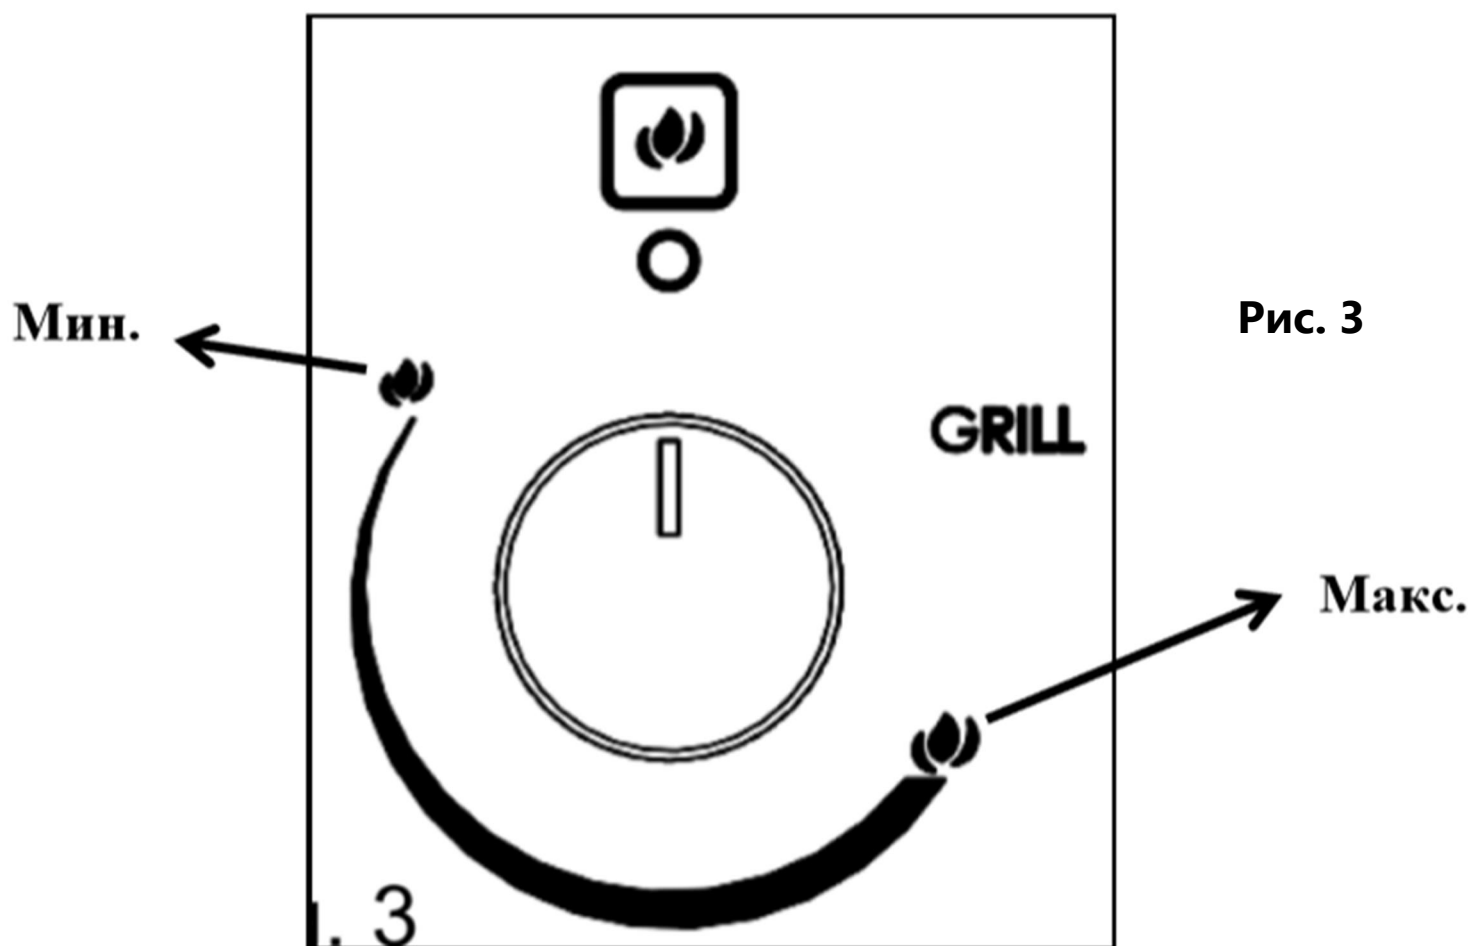

Рис. 3
Индикатор на панели управления (Рисунок 3) показывает повышенную температуру духовки. Для регулирования температуры, поверните ручку на выбранную позицию.
2. Для включения электрического зажигания, нажмите на ручку термостата, и, придерживая ручку, приведите на максимальную позицию Максимум (Рисунок 3), повернув её против часовой стрелки (Рисунок 4).
**Никогда не продолжайте этот процесс больше 15 секунд. Если горелка до сих пор не горит, подождите одну (1) минуту и повторите зажигание заново.**
2. Для включения электрического зажигания, нажмите на ручку регулировки температуры, и придерживая кнопку, приведите на максимальную позицию ГРИЛЬ (Рисунок 3), повернув по часовой стрелке (Рисунок 6). Никогда не продолжайте этот процесс больше 15 секунд. Если горелка до сих пор не горит, подождите одну (1) минуту и повторите зажигание заново. В случае неисправности электричества, для ручного включения духовки, поднесите огонь к правой и левой стороне горелки (Рисунок 7), после этого нажмите на ручку термостата (Рисунок 6) и поверните.